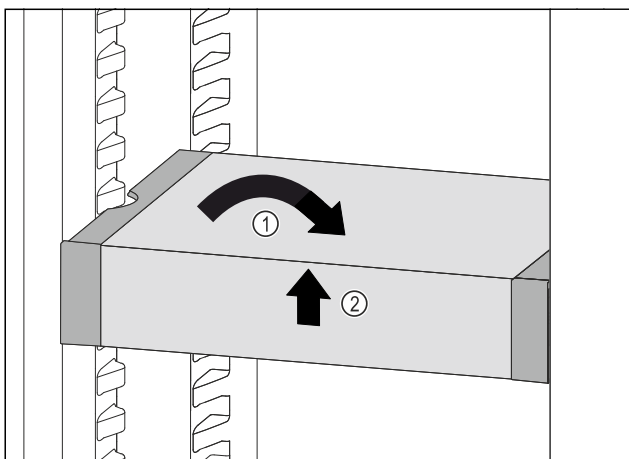

Fig. 95
- Remettre le VarioSafe droit. Fig. 95 (1)
- Soulever la partie avant du VarioSafe. Fig. 95 (2)